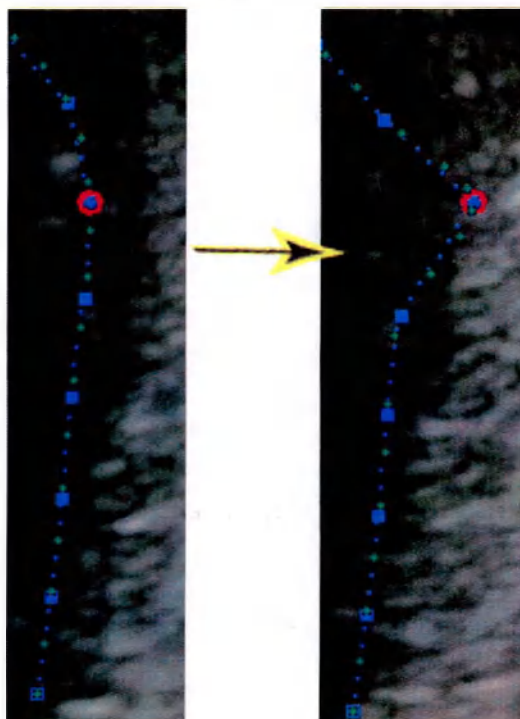

Рис. 5-91. Выбранная точка фиксации на внутренней трассировке границы
2. При необходимости установите курсор трекпада над трассировкой границы, выберите точку фиксации (красный кружок), нажмите «SET» (Установить) и измените трассировку, перетаскив точку фиксации в новое положение (Figure 5-91 on page 5-223). Форма трассировки границы обновится в соответствии с внесенными изменениями.